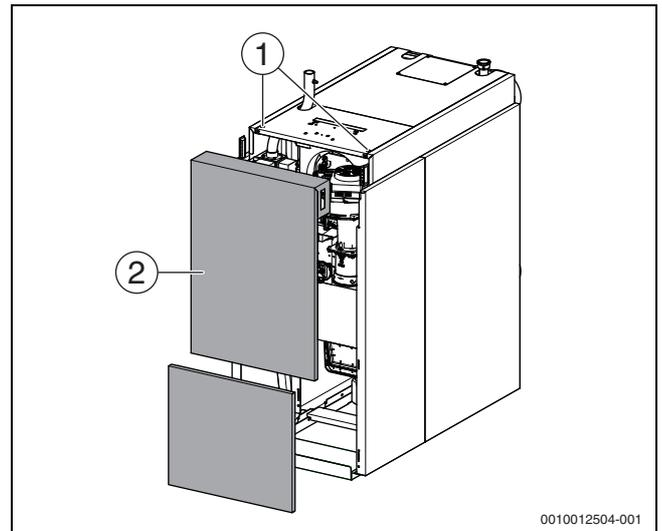

Fig. 36 Rimuovere il pannello anteriore
- ▶ Svitare in senso antiorario le viti di sbloccaggio (→ fig. 36, [1]) sulla parte superiore della caldaia con uno strumento adatto e sbloccare la parte superiore del pannello frontale della caldaia.
- ▶ Inclinare in avanti il pannello frontale della caldaia (→ fig. 36, [2]) e sollevarlo in alto estraendolo dalla guida inferiore.